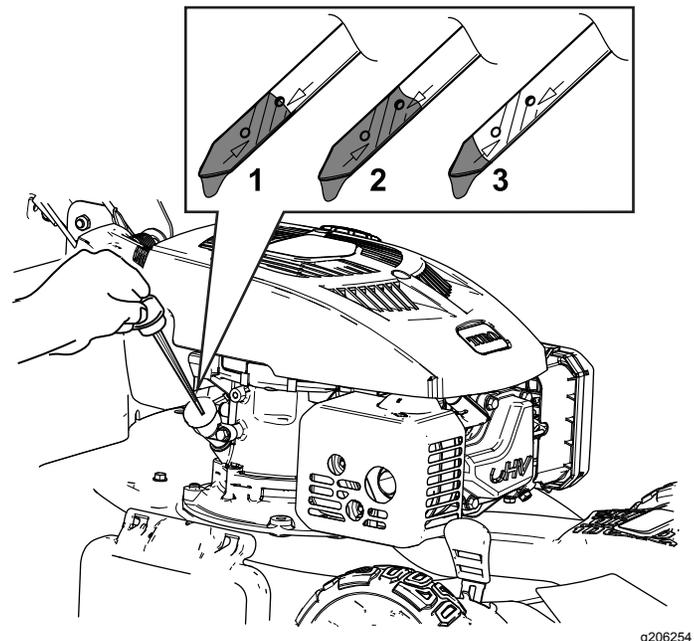

Figure 24
3. Tournez le bouchon dans le sens antihoraire et sortez la jauge (Figure 24).
4. Inclinez la machine sur le côté (filtre à air en haut) pour vidanger l'huile usagée par le tube de remplissage (Figure 24).